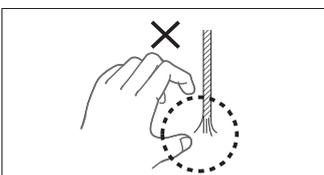

図8
- 先端がほつれたワイヤーは指先などに素線が刺さる場合がありますので、お取扱いには十分ご注意ください(図8)。また、先端がほつれた状態では器具に挿入できなくなりますので、新しいワイヤーにお取替えいただくか、ワイヤーの先端をカットしてご使用ください。